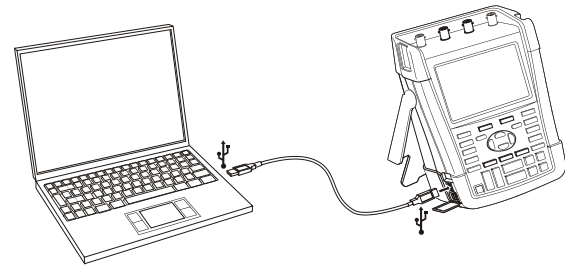

Abbildung 36. Anschließen eines Computers
- Verwenden Sie ein USB-A-auf-Mini-USB-B-Schnittstellenkabel, um einen Computer an den Mini-USB-Anschluss des Messgeräts anzuschließen (siehe Abbildung 36).